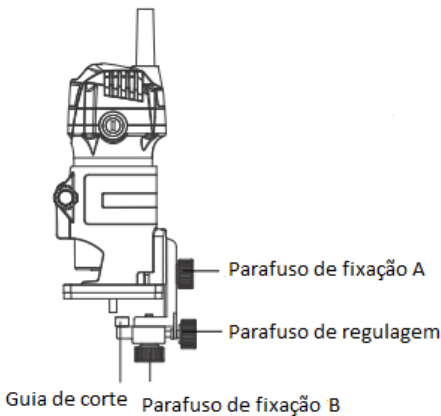

Fig. 10 – Regulando a guia
1. Para regular a altura da guia, solte o parafuso de fixação A, conforme a Fig. 10. Ajuste a altura e aperte novamente;
2. Para regular a largura, solte o parafuso de fixação B e regule a largura através do parafuso de regulagem, conforme a Fig. 10. Após ajustar a largura desejada, aperte novamente o parafuso de fixação B.